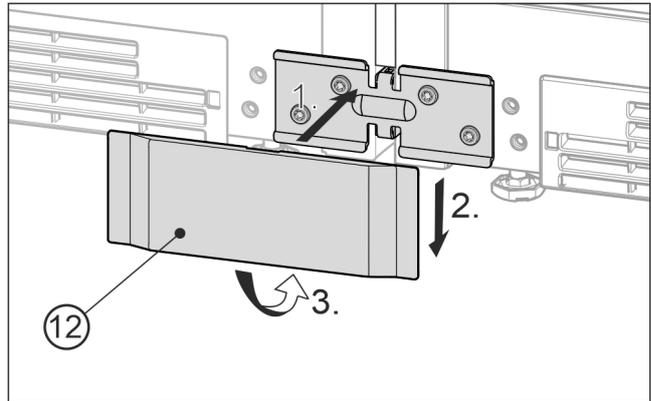

Fig. 24 Représentation à titre d'exemple
- ▶ Poser le cache *Fig. 24 (12)* inférieur de devant sur l'équerre *Fig. 24 (1)*, exercer une pression vers le bas *Fig. 24 (2)* et encliqueter en bas *Fig. 24 (3)*.